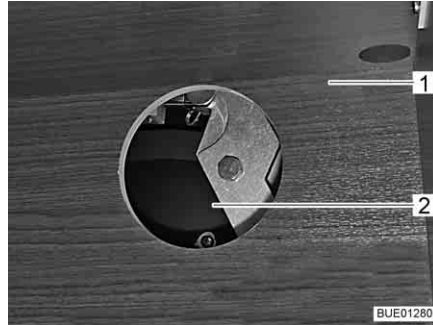

Fig. 117 Accesso all'azionamento
- Aprire l'anta del pensile (Fig. 117,1) secondo lo specifico modello, quindi rimuovere il coperchio dell'apertura di accesso (Fig. 117,2).